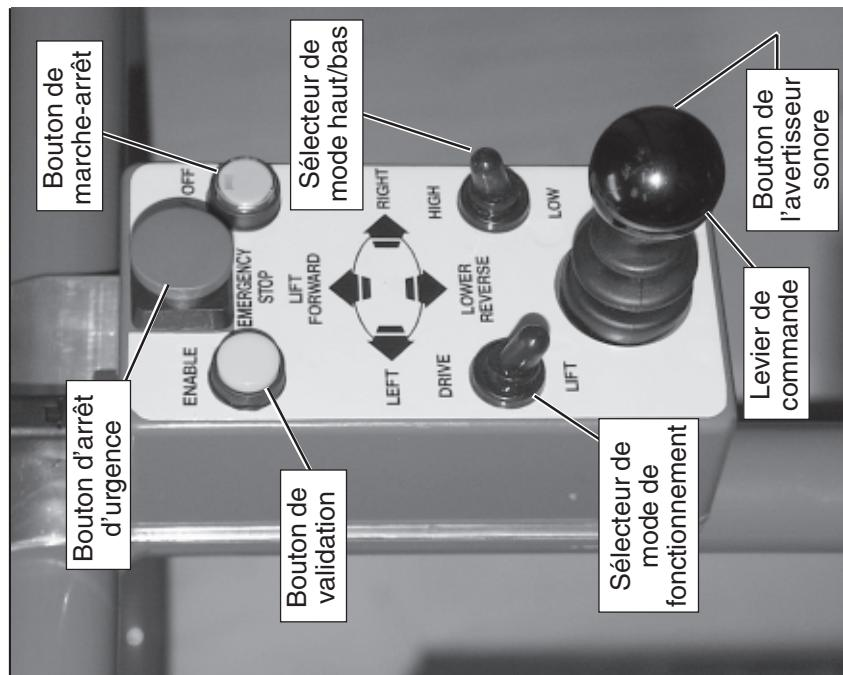

Figure 4 : Tableau de commandes de la plate-forme
- Au tableau de commandes du côté gauche du mât (figure 4), tourner l'interrupteur à clé à la position « ON ».